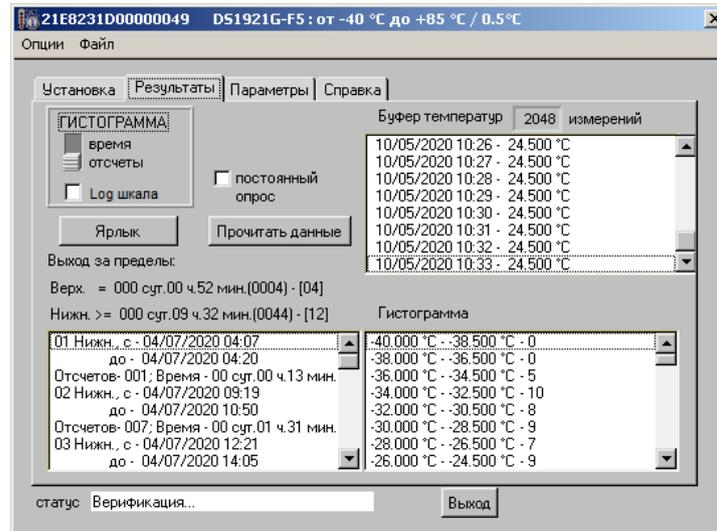

Рисунок 2.25 – Окно “Результаты”
- положение «*отсчёты*» - число отсчётов, накопленных в соответствующей ячейке (кармане) памяти гистограмм, в течение текущей или последней (если регистратор DS1921 остановлен) рабочей сессии, в диапазоне от 0 до 65535 (Рисунок 2.25).